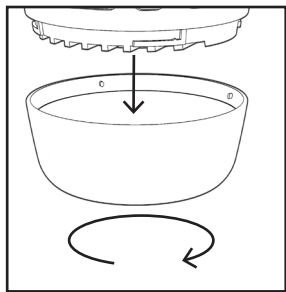

Fig. 1
2. Tournez le bac de base comme indiqué dans les instructions précédentes. (Fig. 1)